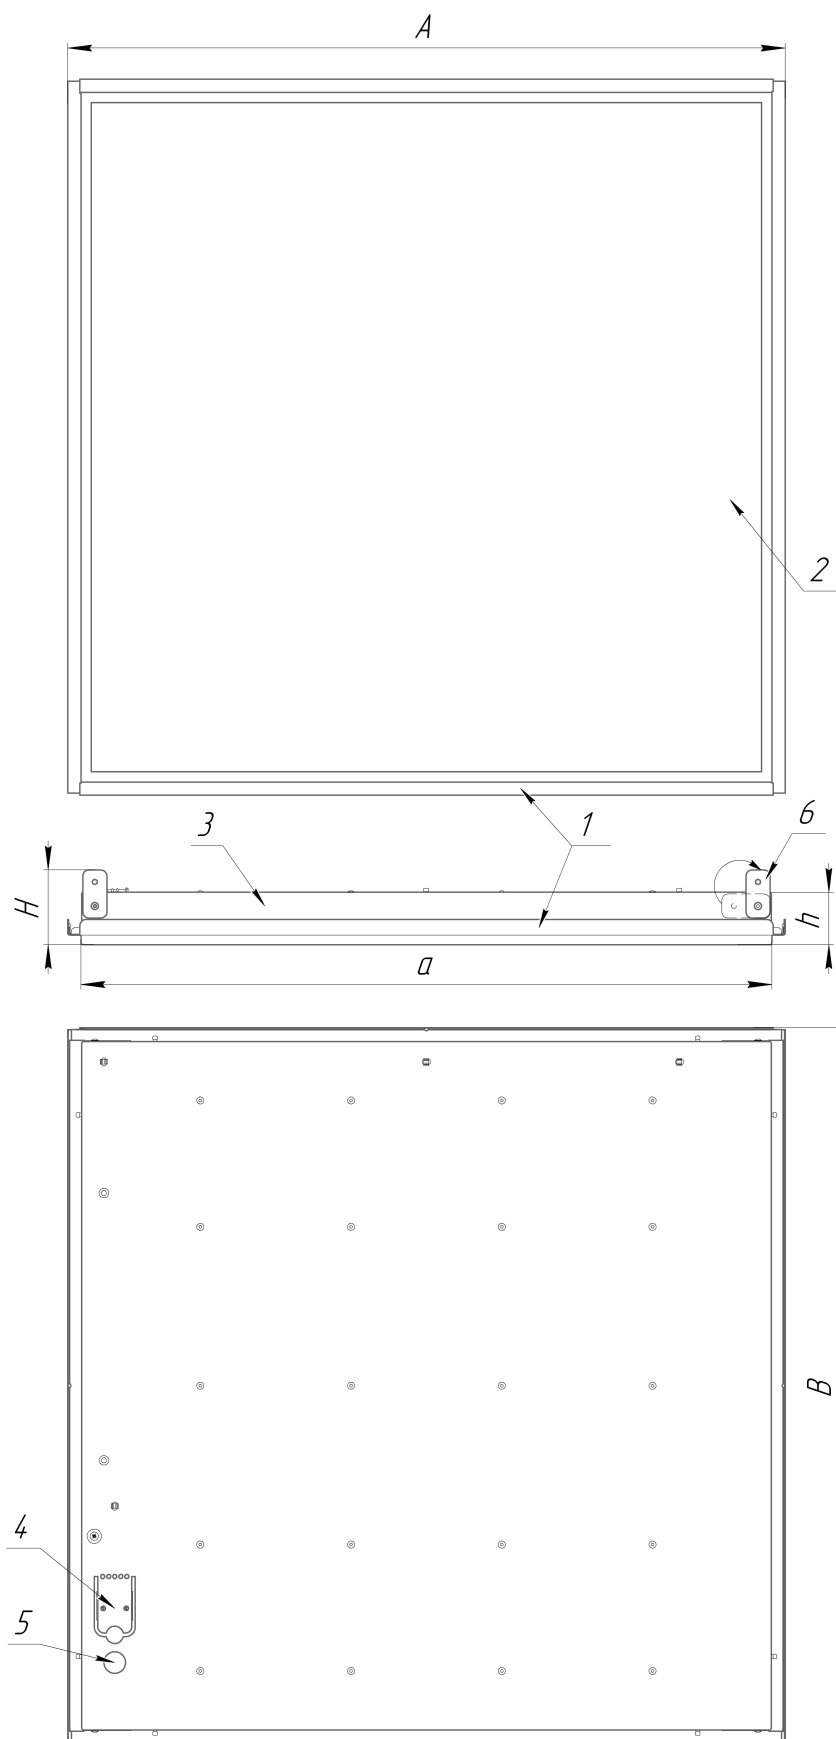

Рисунок 1 - Светильник ДВО12 TG24
3.2 Светильник ДВО12 TG24 (рис. 1 приложения А) состоит из обечайки поз. 1, рассеивателя поз. 2, корпуса со встроенным светодиодным модулем и источником питания поз. 3, клеммной колодки на отгибающемся язычке поз. 4, пластин подвеса поз. 6.
5.5 Поверните пластины подвеса поз. 6 в вертикальное положение (рис. 1).
5.7 Проденьте проволочные подвесы (в комплект не входят) через отверстия пластин подвеса (поз. 6 рис. 1) и закрепите их на несущей запотолочной поверхности.